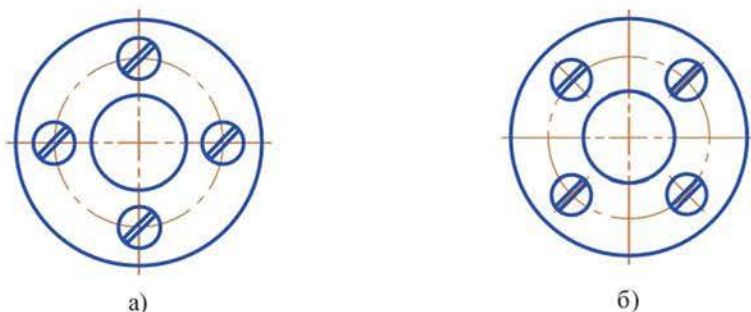

Рисунок 11.1 Исходное расположение четырех винтов (а) и результат операции *Поворот* на  $45^\circ$  (б)
1) Поворот предварительно выделенных объектов на заданный угол выполняется командой *Поворот*  на панели инструментов *Редактирование*  (рисунок 11.1 а, б).